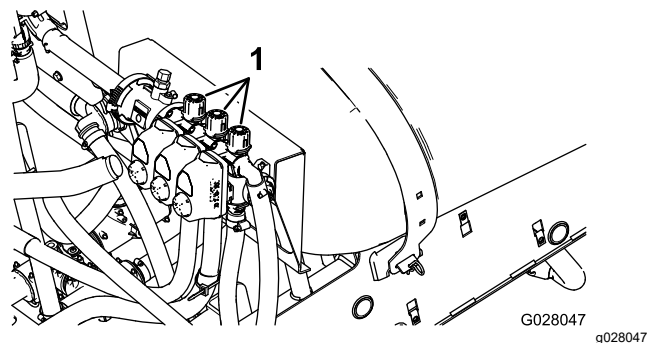

Figura 85
4. Reglai supapa de bypass pentru seciunea din dreapta (**Figura 85**) până când valoarea presiunii ajunge la nivelul reglat anterior (de regulă, 2,75 bar).
6. Reglai supapa de bypass pentru seciunea din centru (**Figura 85**) până când valoarea presiunii ajunge la nivelul reglat anterior (de regulă, 2,75 bar).
2. Treceți comutatorul pentru seciunea din stânga în poziția Oprit i reglai supapa de bypass pentru seciunea din stânga (**Figura 85**) până când valoarea presiunii ajunge la nivelul reglat anterior (de regulă 2,75 bar).